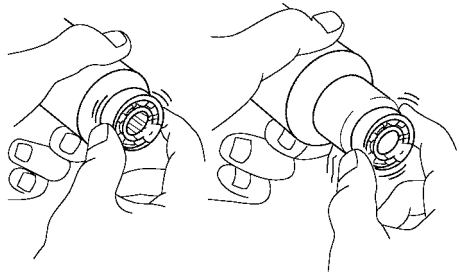

图 6-20 检查轴承
(1) 检查轴承。用手转动每个轴承，并同时对它施加一个向内的力，如图 6-20 所示。